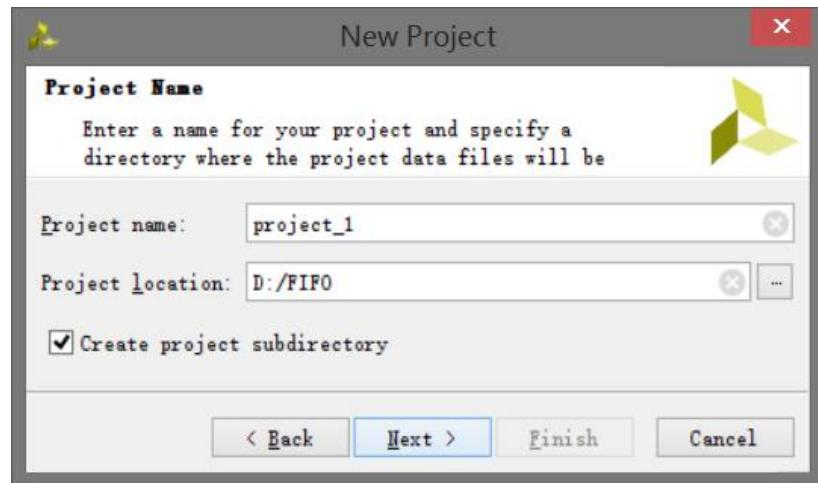

图 5-1-15 项目名称和位置输入
- (1) 打开 Vivado，选择开始>所有程序>Xilinx Design Tools>Vivado2013.4>Vivado2013.4;
- (2) 单击创建新项目 Create New Project 启动向导。你将看到创建一个新的 Vivado 项目对话框如图 5-1-15 所示，单击 Next;